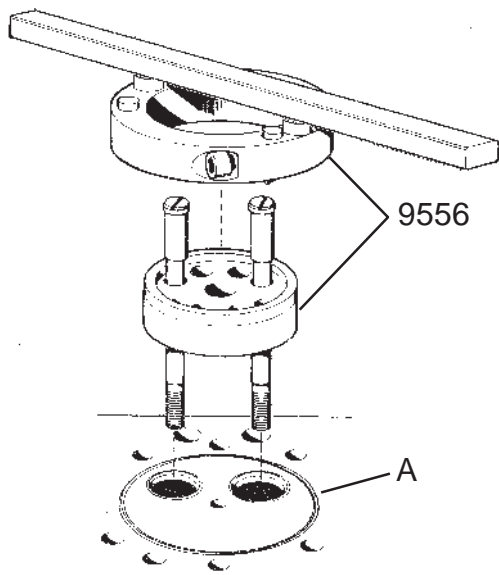

Fig. 23 Fraisage des rainures d'étanchéité
2. Fixer le plateau de guidage de l'outil en introduisant les deux axes de guidage dans les guides de soupapes (fig. 23). Veiller à ce que le trou choisi soit bien celui qui convient de manière à placer l'outil symétriquement par rapport au diamètre du cylindre. En effet, il existe sur le plateau de guidage de l'outil plusieurs trous pour chaque axe de guidage permettant de pouvoir employer le plateau de guidage pour d'autres culasses. Bien serrer les axes de guidage pour immobiliser le plateau de guidage.